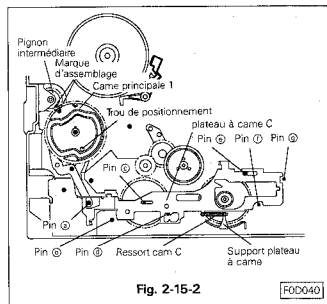

Fig. 2-15-2
- Garder immobile les leviers RS et C. Monter le pignon 1 sur son axe avec son trou de positionnement aligné avec la marque de positionnement du pignon intermédiaire et avec le trou de positionnement de la platine principale. (Voir Fig. 2-15-2)
- Monter le circlip sur le pivot C comme indiqué sur la Fig. 2-15-2 et installer le plateau à came c en le positionnant par rapport aux pivots ③ à ⑥.